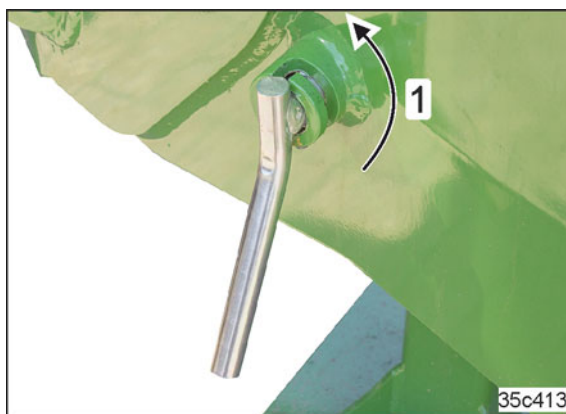

Bild 110
- 13.1 Vrid den säkrade bulten (Bild 110/1) 180° tills spännhylsan (se Bild 111/1) blir fri.
16. Säkra bulten (Bild 110) genom att vrida den.